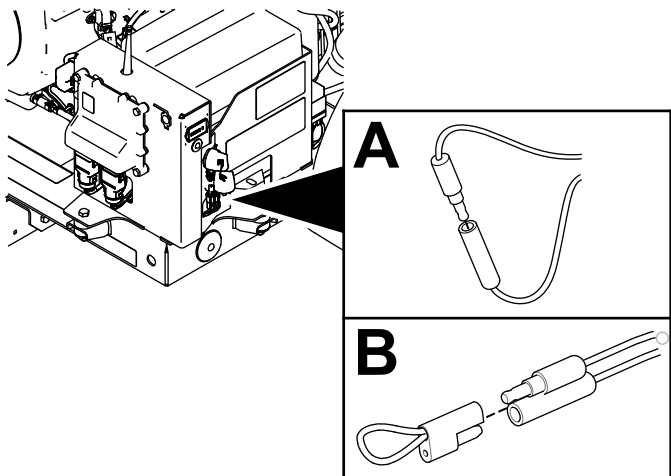

Figura 57
2. Retire el conector de un pin del conector de una sola vía (Figura 57)
3. Enchufe el conector de un pin y el conector de una sola vía en el tapón (Figura 57)